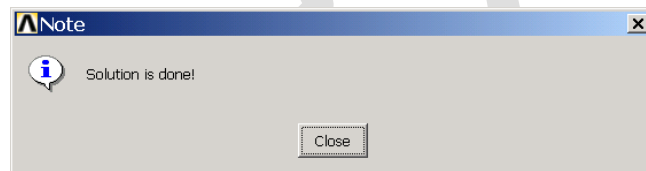

图11.15 结束提示对话框
(16) 此例中保持默认的分析选项即可。单击 **Main Menu>Solution>Solve>Current LS** 菜单，在接着弹出的对话框中单击【OK】按钮开始计算。结束后会弹出如图 11.15 所示的提示对话框，单击【CLOSE】按钮关闭即可。